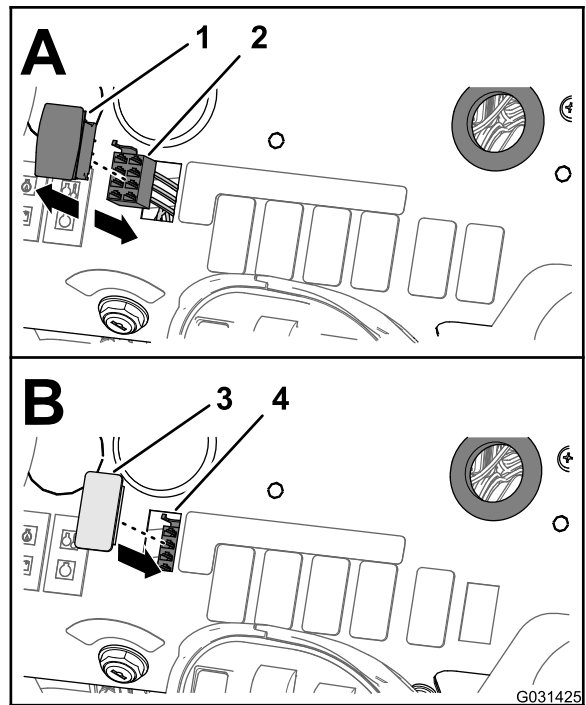

Figura 43
2. Desconecte el conector hembra de 8 vías del arnés delantero de la máquina (etiquetado RATE SWITCH (interruptor de caudal) del conector de 8 pines del interruptor (Figura 43).
4. Alinee el tapón del interruptor con el orificio del salpicadero de donde retiró el interruptor de caudal (Figura 43).
5. Inserte el tapón del interruptor en el salpicadero hasta que el tapón encaje firmemente en el panel (Figura 43).
1. Desde debajo del salpicadero de la máquina, apriete las pestañas de bloqueo del interruptor de control de caudal, y saque el interruptor de control de caudal del salpicadero (Figura 43).